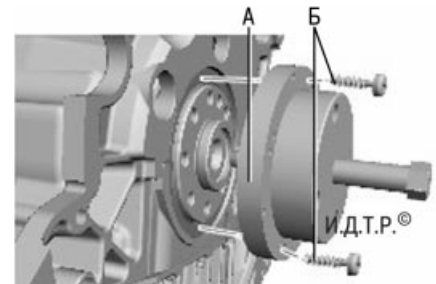

Рис. 5.53. Установка заднего сальника коленчатого вала: А – приспособление для установки заднего уплотнения коленчатого вала; Б – винты крепления приспособления
6. Смажьте моторным маслом рабочую кромку нового сальника и установите его, используя приспособление для установки заднего уплотнения коленчатого вала (рис. 5.53).